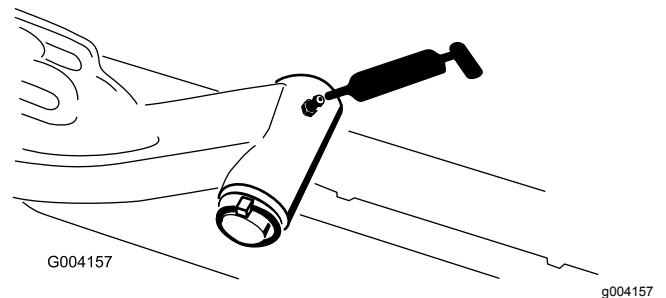

Figura 79
- Albero del perno del braccio di sollevamento (1 cad.) (Figura 79)